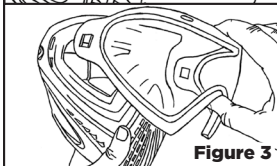

Figure 3
- 4 Tenir le verre entre le haut du verre et l'encoche central pour le nez. Tirez vers vous pour le retirer. [voir figure 3]